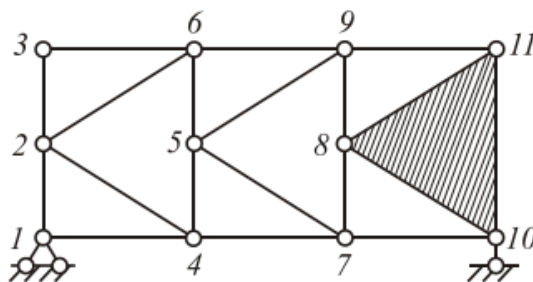

Рис. 1.10
8. Выполнить кинематический анализ фермы (рис. 1.10). 1) Определить степень свободы  $W$ . 2) Выполнить структурный анализ. 3) Проверить на мгновенную изменяемость системы.